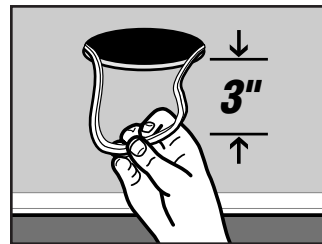

Figura 2
5. Jale el cable a través de cada orificio aproximadamente 3" (vea figura 2). Permita 12" que de cable que se extienda sobre el último orificio.